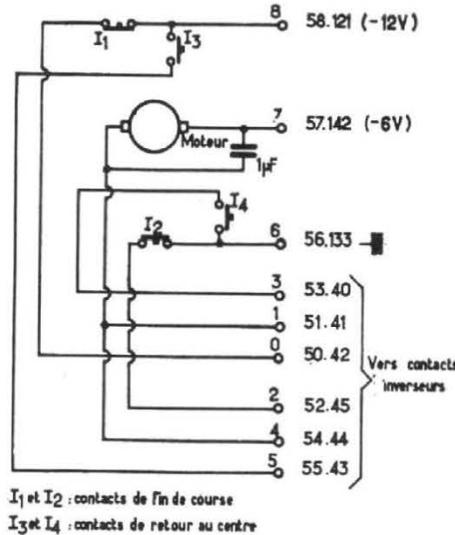

Fig. 5
4.3.2. Réalisation technique (schéma fig. 5). Ce système fonctionne au moyen de deux relais. Sur chacun de ces relais, on utilise un contact inverseur.